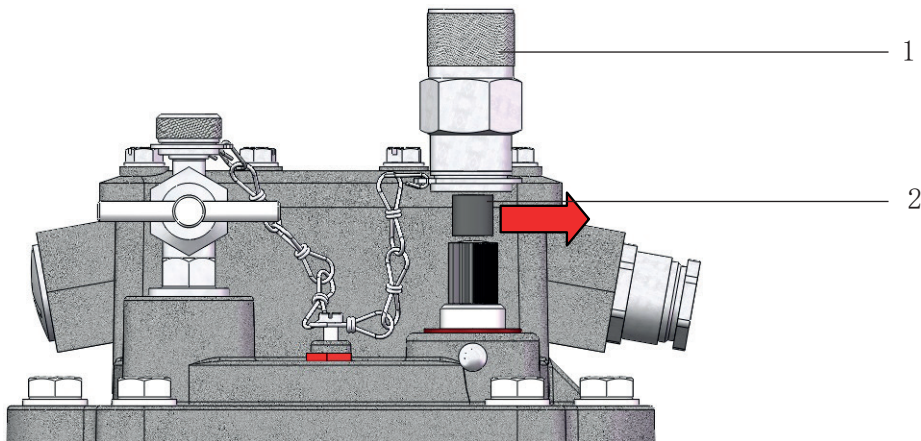

图 9 -运输保险装置的拆除
- 拧下大闷盖螺母（图 9/ 1 号）
- 从大闷盖螺母上取出由橡胶件和垫圈组成的运输保险装置（图 9/ 2 号）